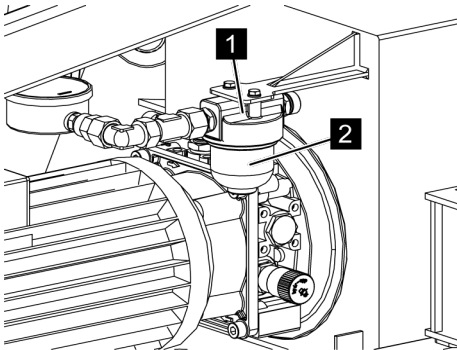

Fig. 111: Dévisser le pot filtrant
4. → Mettre un bac adapté à l'huile hydraulique sous le filtre haute pression (Voir la Fig. 111/1).
5. → Dévisser avec précaution le pot filtrant (Voir la Fig. 111/2).